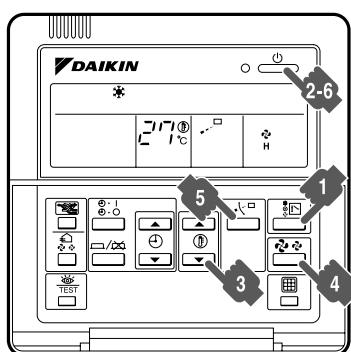

Fig.2
- En opposition aux situations de fonctionnement actuelles, l'affichage représenté sur la figure 2 montre toutes les indications possibles.
### RÉGLAGE (Reportez-vous à la figure 2)
### ARRÊT DU SYSTÈME (Reportez-vous à la figure 2)